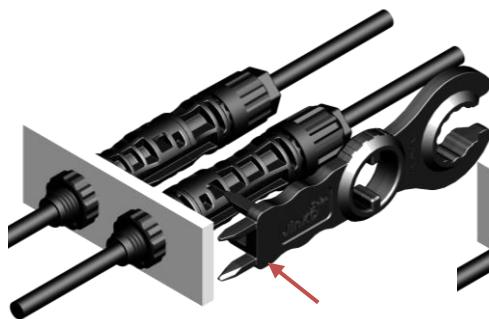

Figure 22
- ✧ 使用组装工具带有插销的一端插入连接器的卡扣位置（如图 22）
Insert the forks into the buckle of the connector by the assembly tool. (Fig. 22)